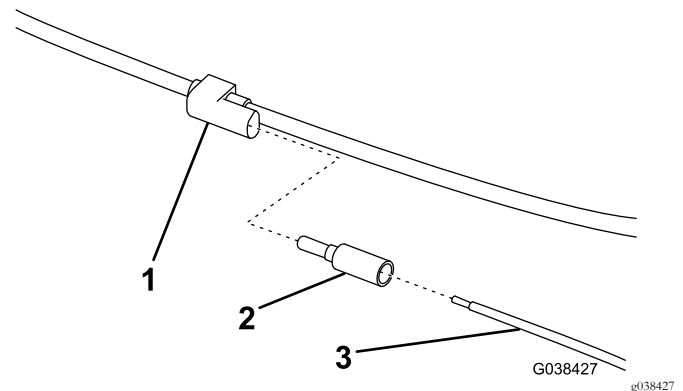

Figure 10
12. Branchez le fil noir/rouge à une source d'allumage à clé de 12 V+ (Figure 10).